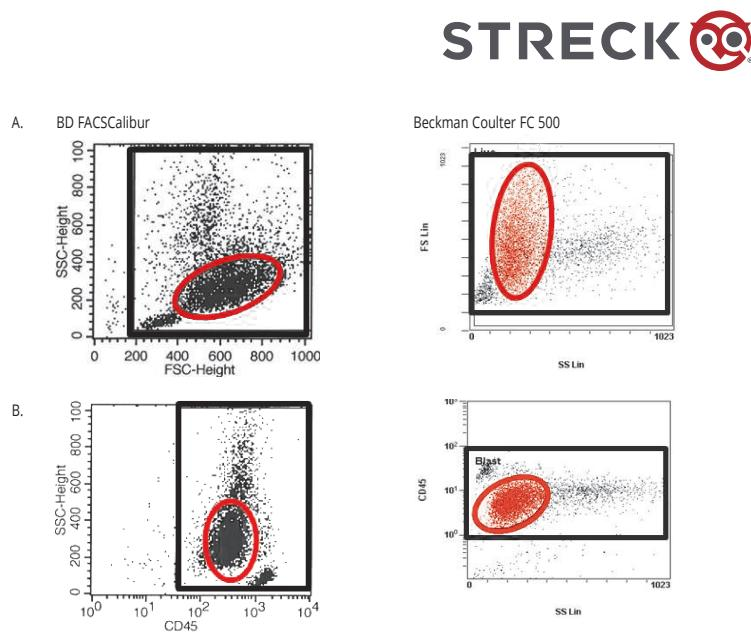

FIGURE 1. Méthode de fenêtrage utilisée pour obtenir les valeurs de référence de CD117, CD25 et CD71.
8. Analyser par cytométrie de flux en fenêtrant les cellules anormales et/ou par un fenêtrage « live »⁴ des leucocytes totaux à partir d'un cytomètre CD45/SSC ou FSC/SSC. **Voir figure 1.**